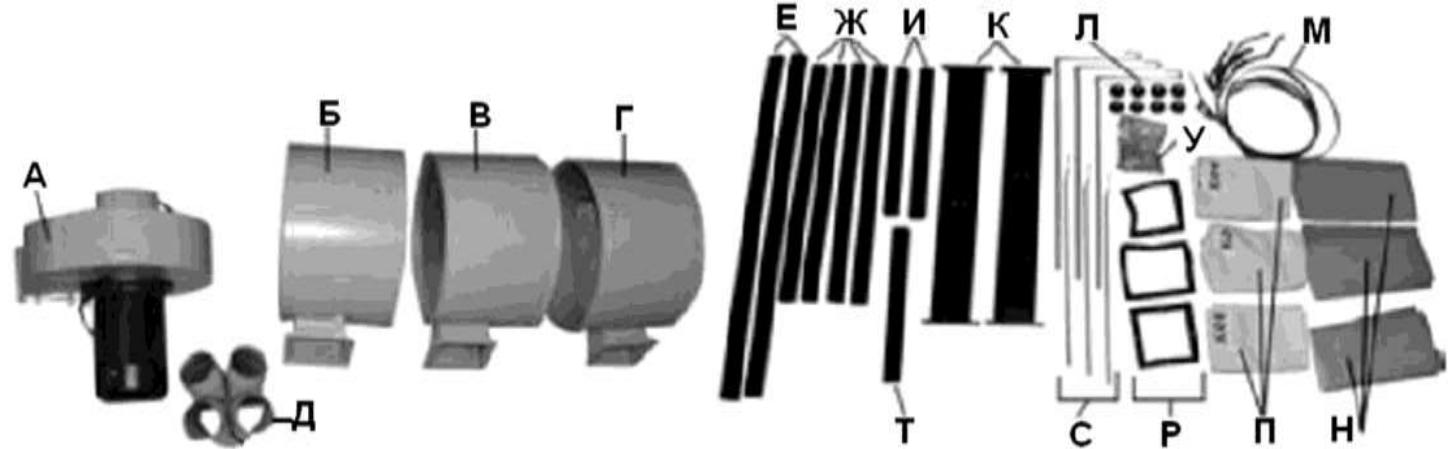

Рис.1
- 3.1. В комплект поставки входит Рис. 1: